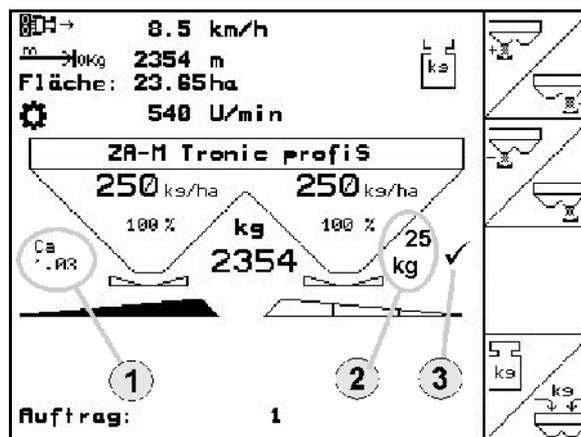

Fig. 26
- L'affichage (Fig. 26/1,2, 3) disparaît.
- L'épandage se poursuit avec le facteur d'étalonnage affiché (Fig. 26/1).